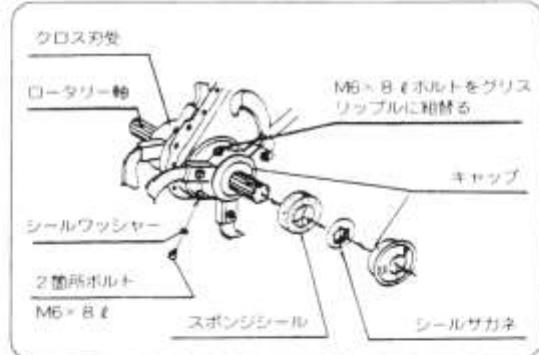

図40
- ② クロス刃受のフランジ部2ヶ所のボルト（M6×8ℓ）を外し、1ヶ所にグリスニップル（付属部分）を取付てください。（図40）
- ③ グリスピンプでグリス（シャーシグリスは、やわらかい物）を給油してください。
- ④ グリスニップルを取り外し、ボルト（M6×8ℓ）左右各2本のボルトを締め付けてください。（図40）